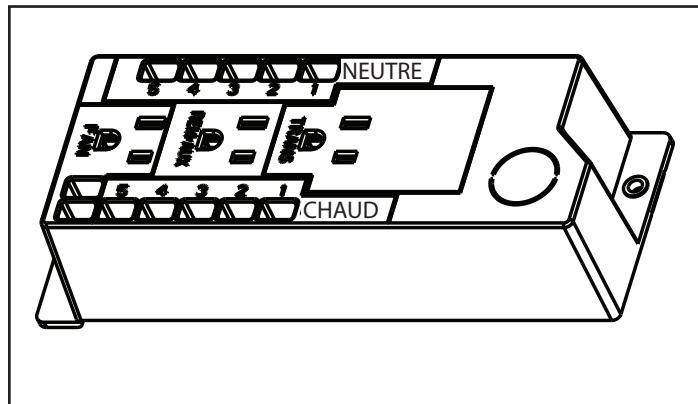

Figure 5.2. Boîte de Jonction
- Démontez la boîte de jonction. Voir la figure 5.2.